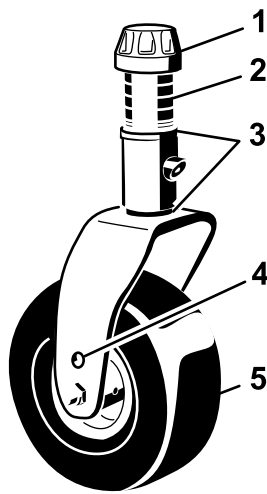

Bild 18
3. Entfernen Sie die Spannkappe von der Spindelwelle (**Bild 18**) und ziehen die Spindel aus dem Laufradarm heraus. Ziehen Sie zwei Beilagscheiben (3 mm) so auf die Spindelwelle, wie sie ursprünglich montiert waren. Diese Beilagscheiben sind erforderlich, um alle Mähwerke über die Breite auf ein Niveau zu bringen. Schieben Sie die entsprechende Anzahl von Distanzstücken (13 mm) (siehe die nachstehende Tabelle) auf die Spindelwelle, um die gewünschte Schnitthöhe zu erhalten; schieben Sie dann die Scheibe auf die Welle.